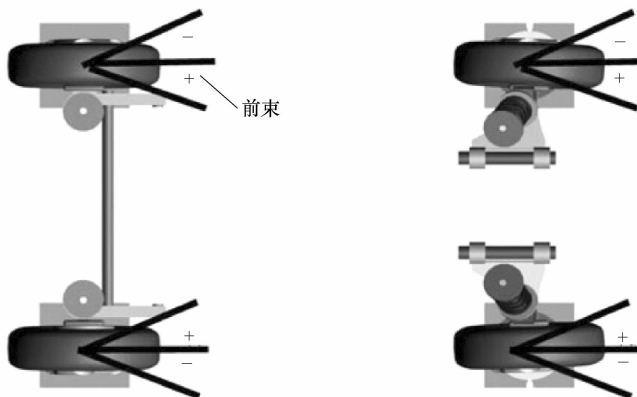

图 3.9-2 车轮前束角
② 车轮前束角见图 3.9-2，同一轴两端车轮轮辋内侧轮廓线的水平直径的端点为等腰梯形的顶点，等腰梯形前后底边长度之差为前束。当梯形前底边小于后底边时，前束为正，反之则为负。车轮的水平直径与车辆纵向对称平面之间的夹角为前束角。由于车轮外倾及路面阻力，使前轮有向两侧张开做滚锥运动的趋势，但受车轴约束，不能向外滚动，导致车轮边滚边滑，增加了磨损。通过前束可使车轮在每瞬间的滚动方向都接近于正前方，减轻了轮毂外轴承的压力和轮胎的磨损。四轮定位仪测量车轮前束角的范围为  $\pm 6^\circ$ 。